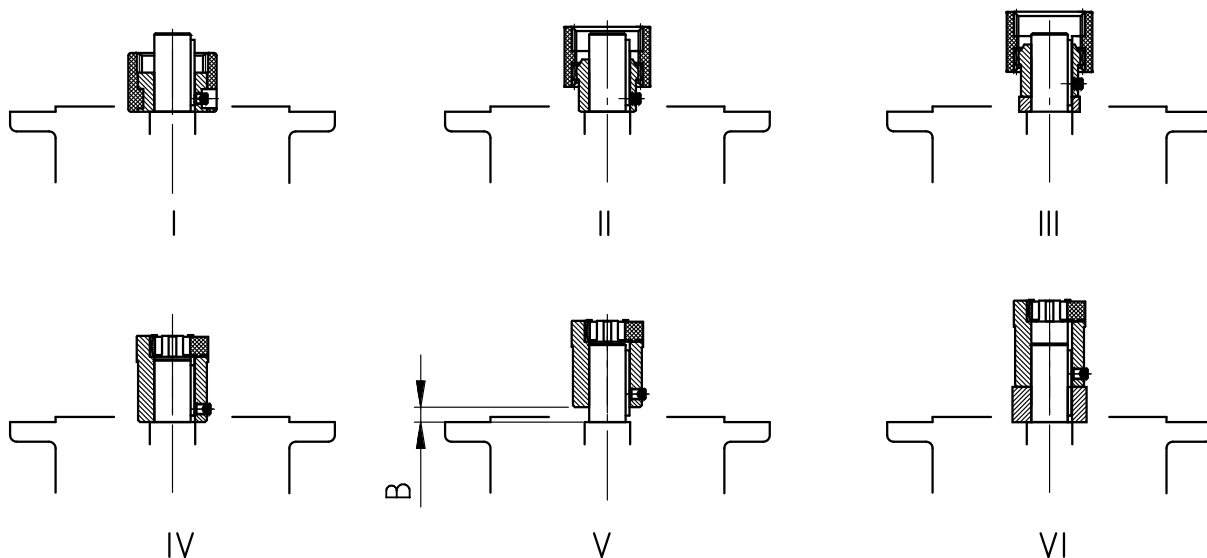

Bild 16: Montera koppling på motoraxeln vid olika kopplingsutföranden
8. Montera motorn på adaptern. Montera då samtidigt även det medföljande kopplingskorset respektive kugghylsan (se Bild 16: Montera koppling på motoraxeln vid olika kopplingsutföranden). Om adapter AN360TC och AN400TC används ska adapterflänsen först fästas på motorn, därefter skruvas motorn fast på adaptern.